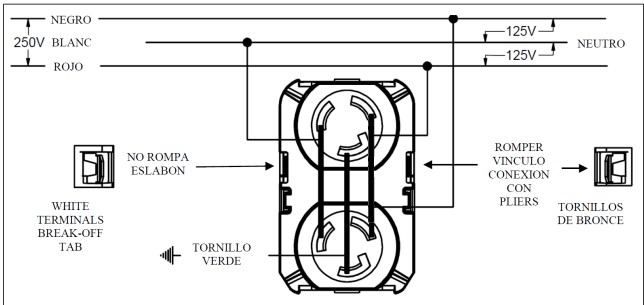

Fig. 6
- 2. Para el diagrama de cableado típico, consulte Fig. 6 y tabla 1.